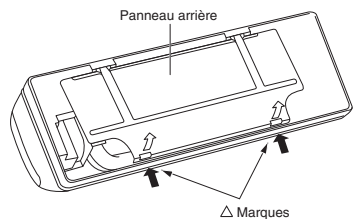

Fig. 3-32
- (2) Appuyer sur les 2 marques Δ sur le couvercle du châssis et désengager les languettes stationnaires du châssis. (Fig. 3-32)